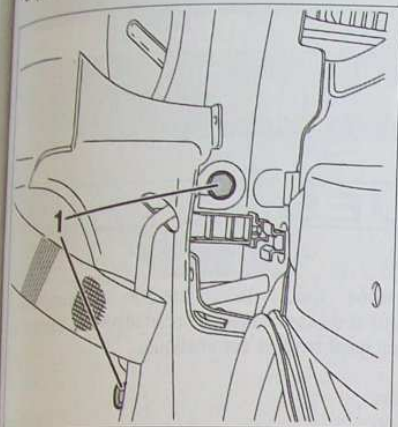

FIG. 13
- Déposer les vis (1) (fig. 13).